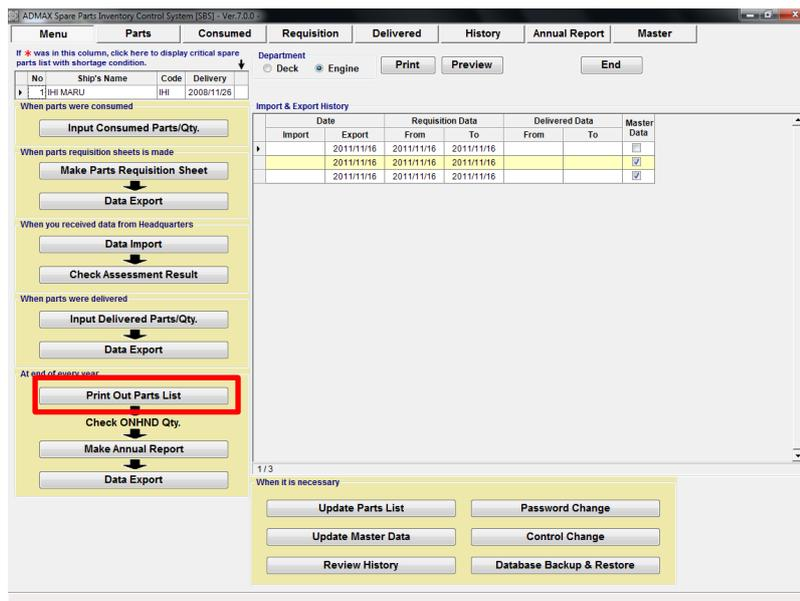

図 10.1 Menu
1. “Menu Screen” で、[Print out Parts List] をクリックします。(図.10-1)
7. "Menu Screen"で、[Make Annual Report] を選択します。(図.10-1)